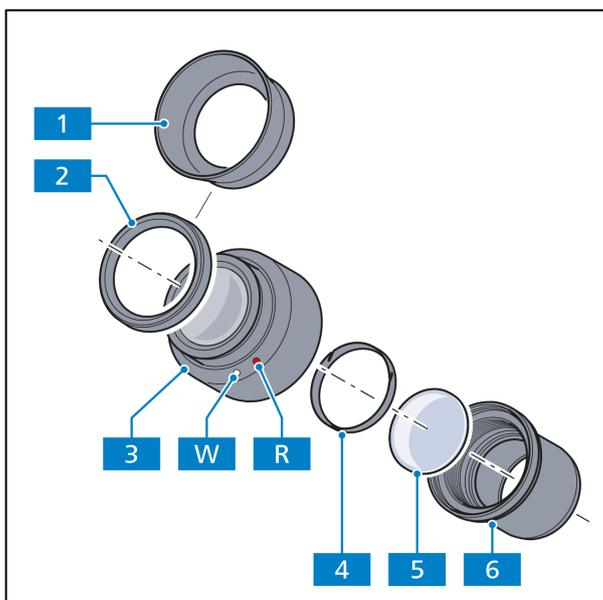

Abb. 3-5 Okular-Strichplatte einsetzen
Bei Okularen (Abb. 3-5/3), die mit einem roten Punkt (Abb. 3-5/R) versehen sind, ist das Einsetzen von Okular-Strichplatten (Abb. 3-5/5) möglich.
- Blendenteil (Abb. 3-5/6) vom Okular (Abb. 3-5/3) abschrauben.
- Klemmring (Abb. 3-5/4) herausschrauben.
- Okular-Strichplatte (Abb. 3-5/5) in Blendenteil einlegen und mit Klemmring fixieren.
- Blendenteil (Abb. 3-5/6) wieder in Okular (Abb. 3-5/3) einschrauben.
Darauf achten, dass die Strichplatte (Abb. 3-5/5) mit der Strichfigur stets dem Blendenteil im Tubus (Abb. 3-5/6) zugewandt ist (die Strichfigur erscheint aus dem Blickwinkel des Beobachters vor dem Einsetzen spiegelverkehrt). Nach Einsetzen in den Strahlengang des Mikroskops kann es seitenrichtig abgelesen werden.
Die durch den zusätzlichen Glasweg bewirkte leichte Bildverlagerung wird an der Dioptrienskala dadurch berücksichtigt, dass die Nullstellung nicht durch den weißen Punkt (Abb. 3-5/**W**), sondern durch den roten Punkt (Abb. 3-5/**R**) angezeigt wird.
- Dazu die Brillenschutzringe (Abb. 3-5/2) von den Okularen abziehen und die Augenmuscheln (Abb. 3-5/1) aufsetzen.